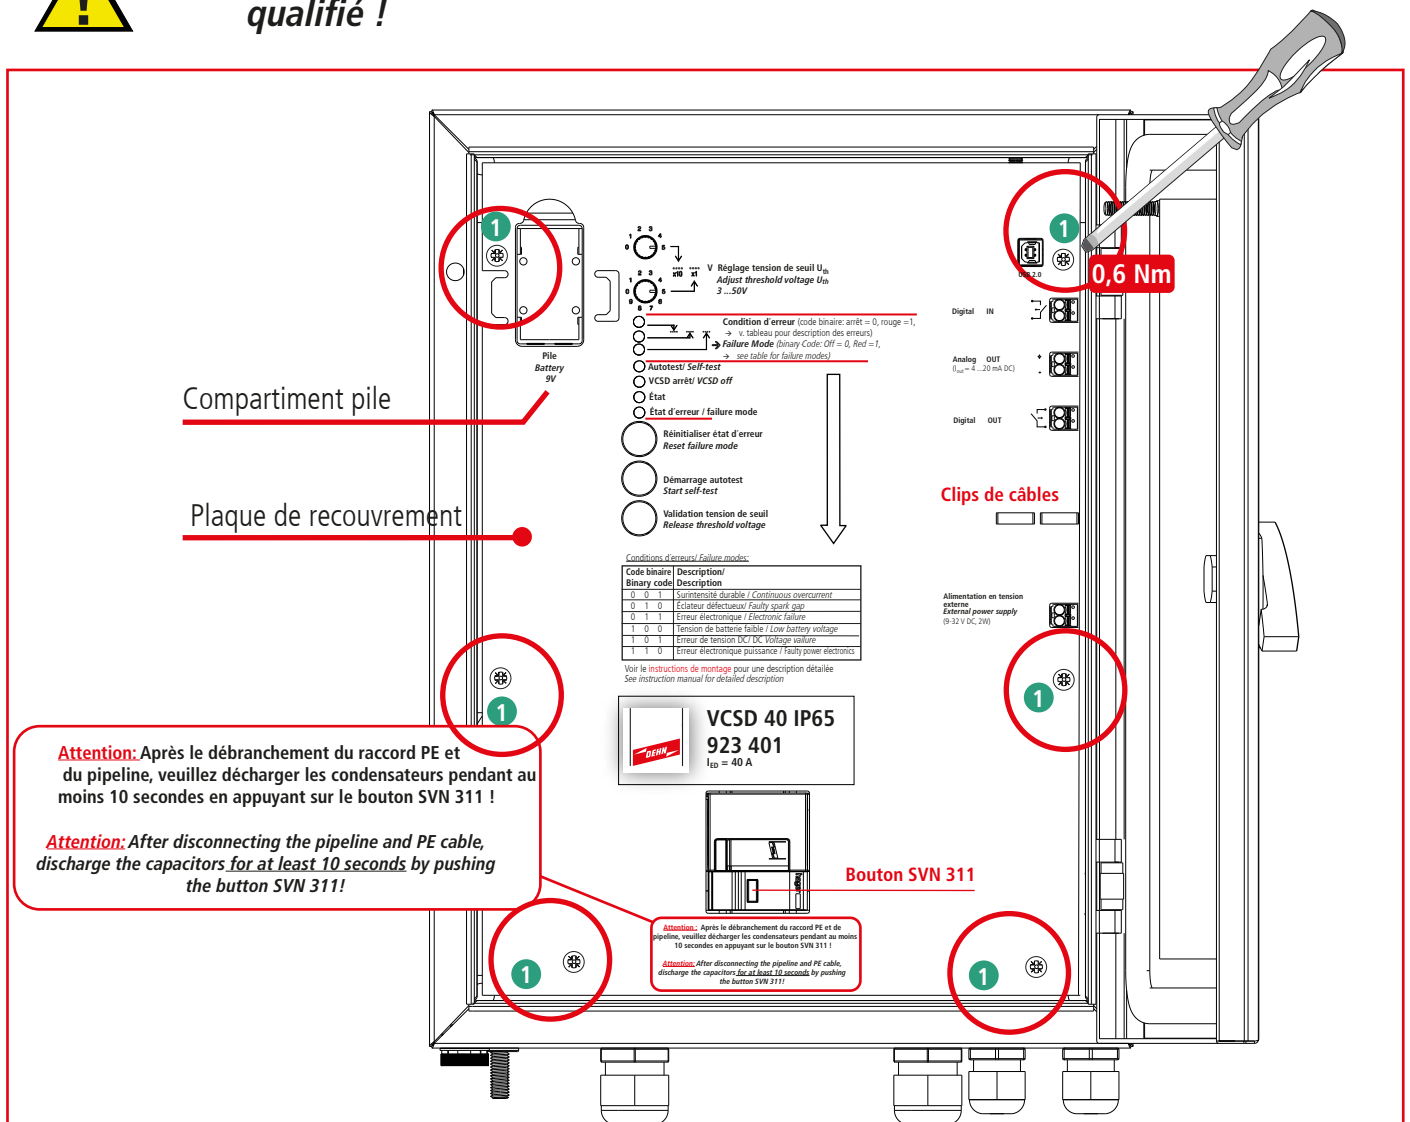

Fig. 3.2 Plaque de recouvrement
Pour effectuer les autres travaux de montage et de raccordement, il est nécessaire de démonter la plaque de recouvrement et de retirer la pile en dehors du boîtier (voir fig. 3.2)
- ➔ Avant l'extraction, il convient de dévisser et de retirer les six vis de fixation ① (voir fig. 3.2).
Pour décharger les condensateurs, il convient d'appuyer sur le bouton SVN 311 pendant au moins 10 secondes (voir fig. 3.2)..
En cas de besoin, les lignes de signal peuvent aussi être introduites ultérieurement dans le boîtier (au moyen des **passer-câbles à vis M20**). Un démontage de la plaque de recouvrement n'est pas nécessaire. Les lignes de signal peuvent directement être fixées sur la plaque de recouvrement au moyen des clips de câbles (voir fig. 3.2, page 8).